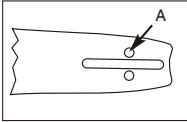

Bild. 3A
Damit die Schiene und die Kette mit Öl versorgt werden, **VERWENDEN SIE NUR DIE ORIGINALSCHIENE** mit Öldurchlass (A), siehe oben (Bild.3A).